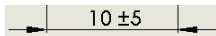

图 8-56 “对称”显示类型
- (4) “对称”显示类型 以限制方式显示标注尺寸的公差，如图 8-56 所示。